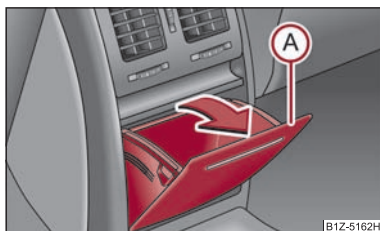

Fig. 77 Consola central trasera: Portaobjetos
- Abra el compartimento guardaobjetos tirando del borde superior del mismo (A) en el sentido de la flecha → fig. 77.